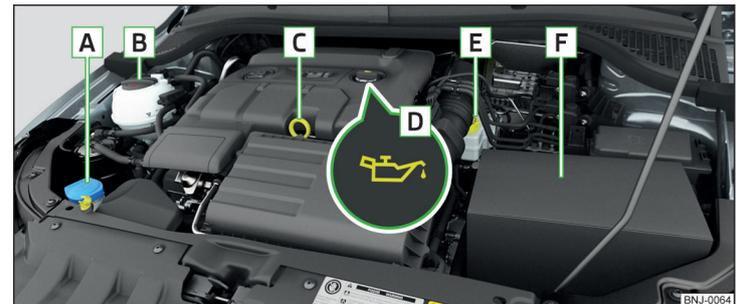

Abb. 145 Prinzipdarstellung: Motorraum
Anordnung im Motorraum » Abb. 145
- › Den Deckel der Motoröleinfüllöffnung abschrauben » Abb. 145 auf Seite 157.